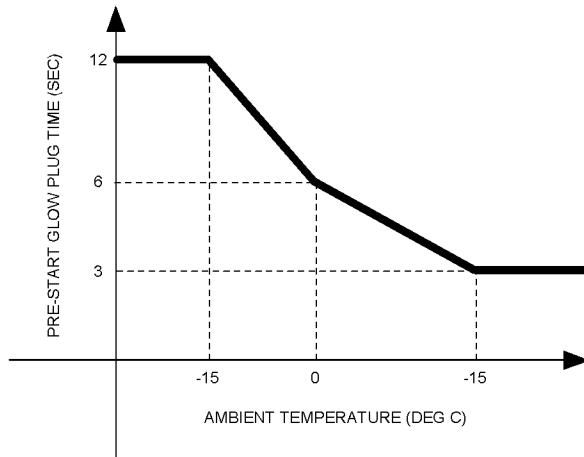

Рис. 29
- Установите пусковой переключатель двигателя в положение ПОДОГРЕВ. Удерживайте пусковой переключатель двигателя в положении ПОДОГРЕВ в течение времени, указанного на рис. 29 . Включатся запальные свечи для облегчения пуска двигателя.